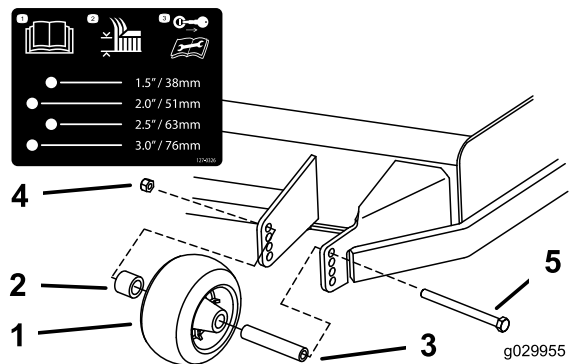
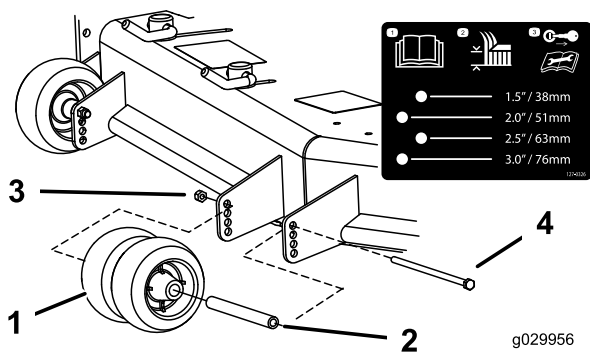
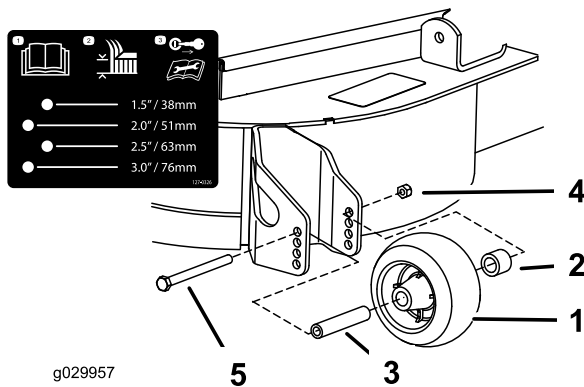

Figure 35
Figure 36
Figure 37
3. Réglez les galets anti-scalp comme montré à la Figure 35, la Figure 36 et la Figure 37.